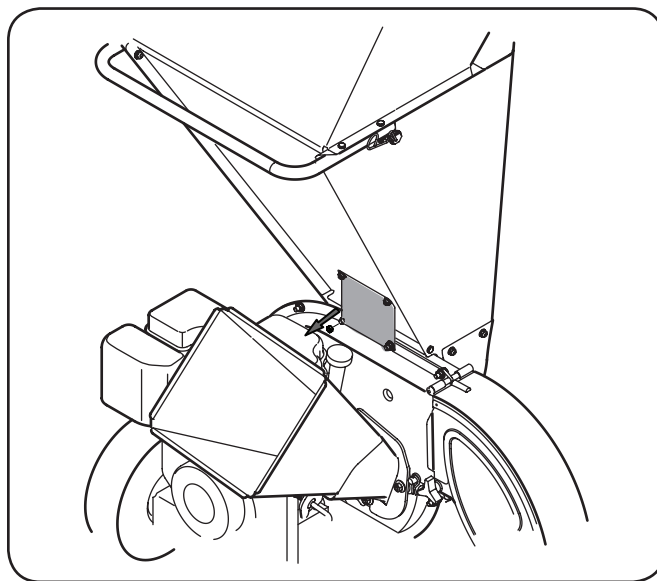

Figure 7-2
2. Saque las dos tuercas con reborde (y los pernos hexagonales) que sujetan la ménsula de soporte de la tolva a la caja del motor. Guarde los elementos de ferretería. Vea la Figure 7-2.